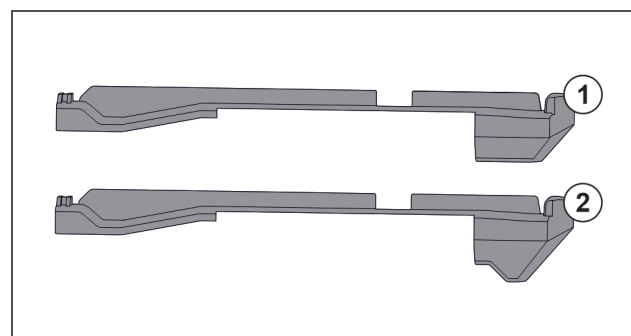

Fig. 62 Comparaison des éléments emboîtables
L'appareil comprend deux éléments emboîtables différents. L'élément emboîtable au-dessus du tiroir inférieur Fig. 62 (2) a un bord triangulaire. Tous les autres éléments emboîtables Fig. 62 (1) ont un bord droit.
- ▶ Poser l'élément emboîtable Fig. 62 (2) avec le bord triangulaire sur le tiroir inférieur.
- ▶ Poser l'élément emboîtable Fig. 62 (1) avec le bord droit à tous les autres endroits.